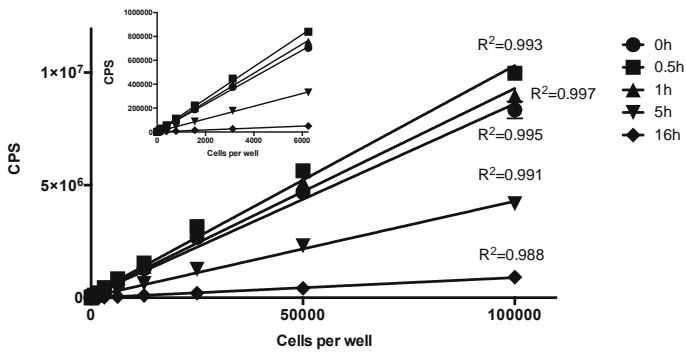

图 4. 96 孔板中各时间点发光信号与细胞数的相关性。各数据点取自图 3A 中相应原始数据，小图为低细胞量段曲线放大图。
- ※ **适用性广**: 拥有最低探测 5 个细胞的灵敏度及超宽线性范围, 96 孔板最高  $1.0 \times 10^5$  个/孔, 384 孔板最高  $2.75 \times 10^4$  个/孔几乎能够满足所有实验需求, 稳定的发光信号和简易的操作保证高通量操作需求(图 4、5)。
由于不同的细胞体积、代谢情况及状态等均有差异，强烈推荐您在正式实验前用待测细胞生成标准曲线（如图 4，5 所示），以确定 CellProf-Lumi 检测的线性范围。